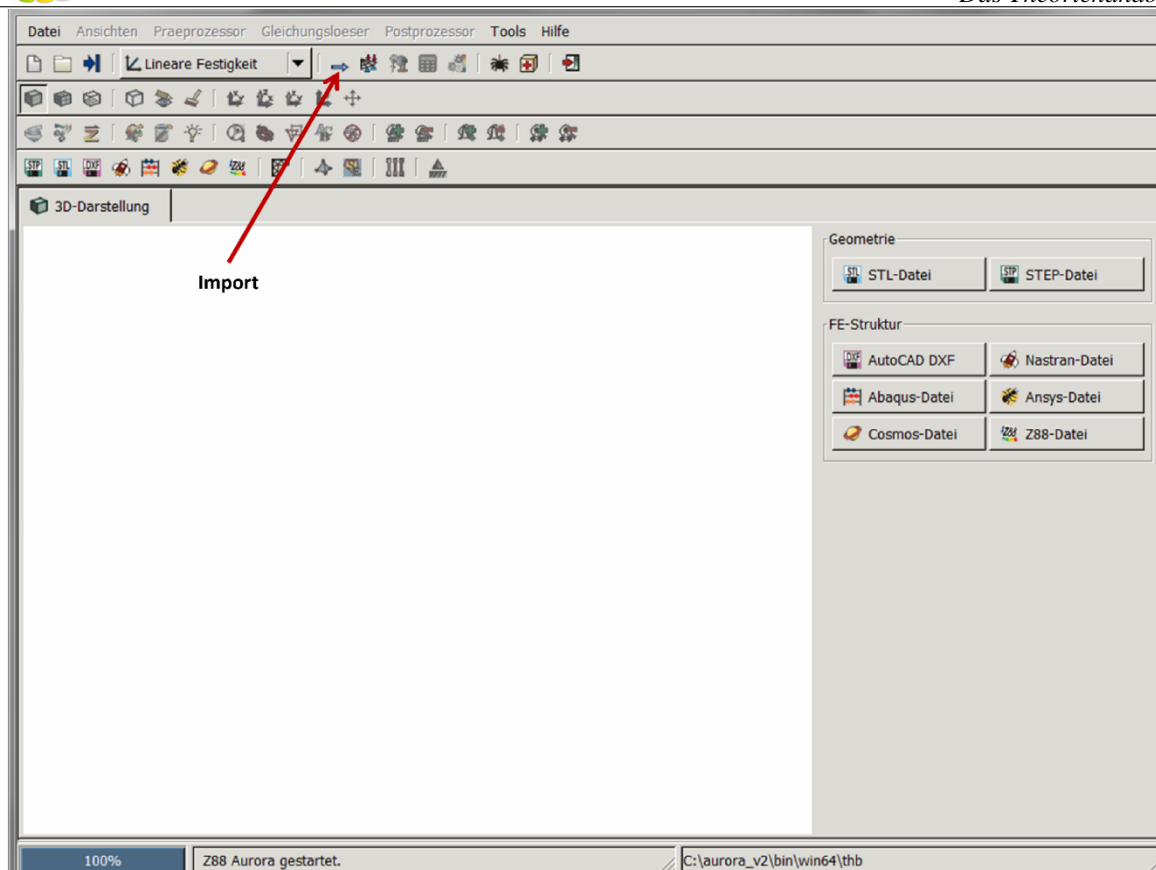

Abbildung 13: Import über die Toolbar
2. Über die Toolbar (Abbildung 13)